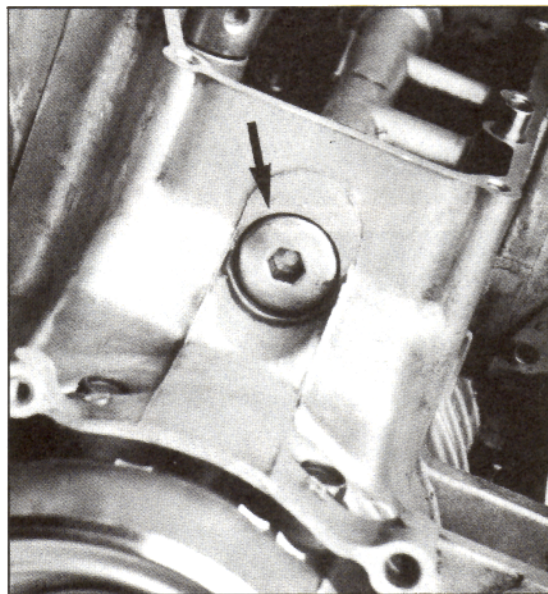
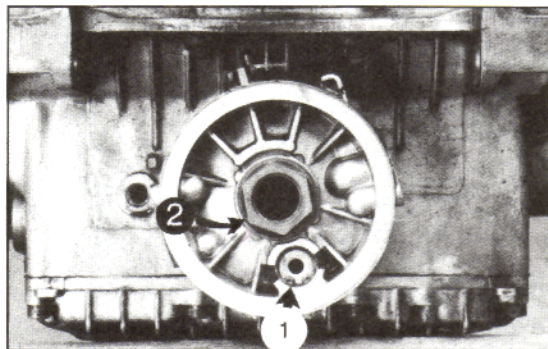

Bild 44
Bild 45
- Öldruck mit Druckmesser am Hauptölkanal (Pfeil Bild 44) mit Adapter messen. Bei 60°C Öltemperatur (Betriebstemperatur) muss der Druck bei 5000/min 3 bis 4 kg/cm² betragen (Überdruckventil-Ansprechdruck 4,5 bis 5,5 kg/cm²), siehe Bild 45, Nr. 1.